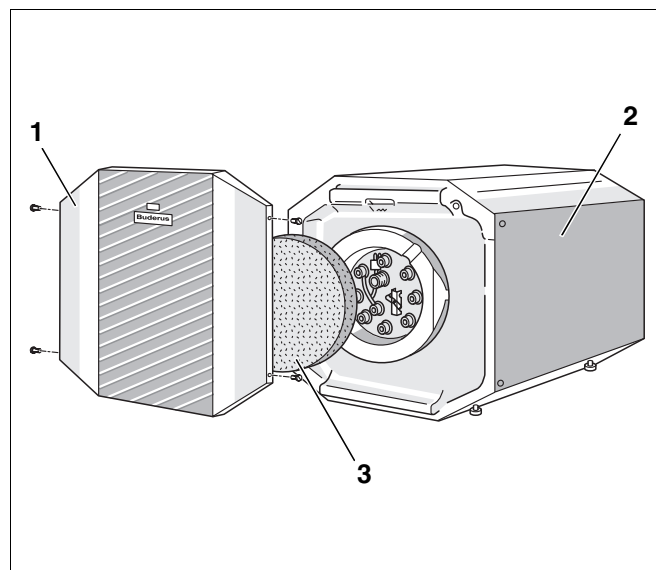

Рис. 8 Закрытие бака крышкой
- Уложить теплоизоляционный элемент (рис. 8, поз. 3) на крышку люка (рис. 8).
- Установить переднюю стенку (рис. 8, поз. 1) спереди на бак и закрепить ее справа и слева 2 саморезами к боковым стенкам (рис. 8, поз. 2).